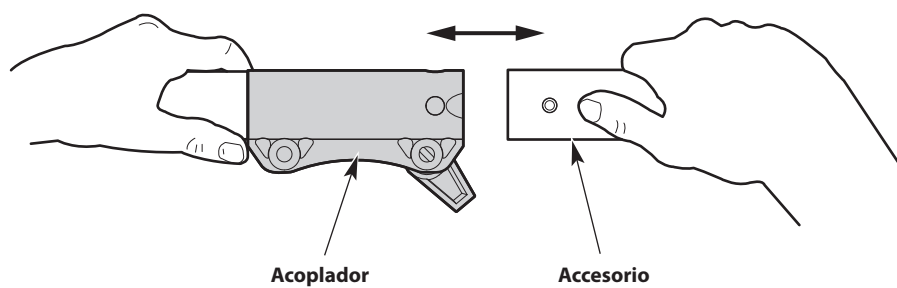
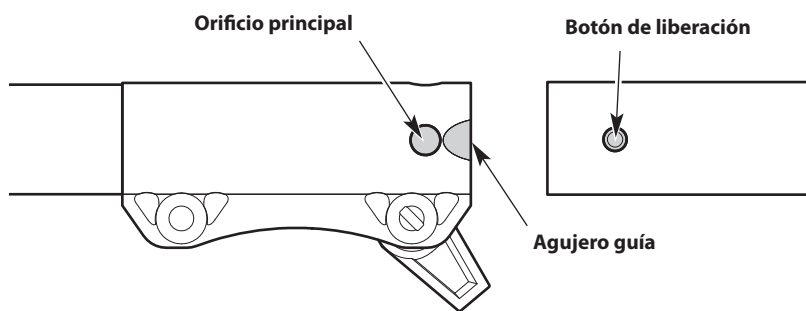

Fig. 2
Fig. 3
4. Alinee el botón de liberación con el embutimiento de la guía (Fig. 3).
5. Presione el accesorio directamente dentro del acoplador (Fig. 2) hasta que el botón de liberación encaje a presión firmemente del orificio principal (Fig. 3).
3. Oprima y mantenga apretado el botón de liberación (Fig. 3).
4. Tire del accesorio directamente hacia fuera del acoplador (Fig. 2).